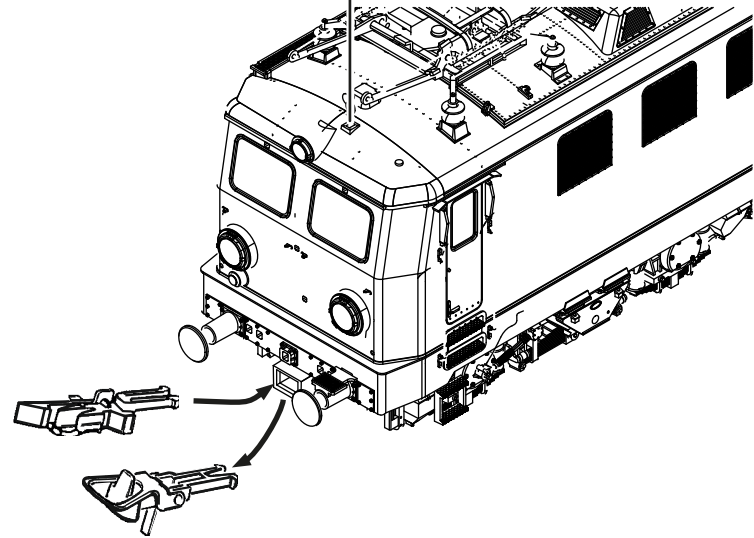

Fig. 3
Mehrzugbetrieb: Zuerst Lokgehäuse abnehmen (Fig. 3). Danach den Brückenstecker aus der Schnittstelle entfernen (diesen sorgsam aufbewahren). Danach den Stecker des Steuerbausteins lagerichtig einsetzen (siehe Fig. 7).
2. Schmierung: Versehen Sie die im Schmierplan in Fig. 4 gekennzeichneten Stellen mit nur **kleinen Öltropfen**. Dazu zuerst das Lokgehäuse abnehmen (Fig. 3). Wir empfehlen den ROCO **Öler Art.-Nr. 10906**. Fürs Schmieren der Getriebeteile (Zahnräder, Schnecke) empfehlen wir das **ROCO-Spezialfett Art.-Nr. 10905**. Im Falle der Schmierung diese Teile **nicht ölen**.
4. Kohlebürstenwechsel: Lokgehäuse abnehmen (Fig. 3). Danach wird der Motor ausgebaut und die Kohlebürsten ausgewechselt (Fig. 9).
2. Lubrication: Apply **tiny oil drops** to spots marked in fig. 4. Prior to lubrication dismantle locomotive (fig. 3). We recommend using item no. **10906, ROCO oiler**. For lubrication the gearparts (e.g. cogwheels, worm) we would recommend our ROCO **special grease** (item no. **10905**).
4. Carbon Brush Changing: First remove loco body (fig. 3), and then the motor (fig. 9).
2. Graissage: N'appliquez **qu'une toute petite goutte** aux endroits indiqués par le plan de graissage (fig. 4) après avoir démonté la caisse de la locomotive (fig. 3). Nous vous recommandons **le graisseur à huile ROCO réf. 10906**. Pour graisser les engrenages (roues dentées, vis sans fin) nous vous conseillons la **graisse spéciale ROCO réf. 10905** pour engrenages en matières synthétiques. Lorsque vous utilisez cette graisse il faut éviter d'huiler ces composants.
4. Remplacement des balais du moteur: Démontez la caisse (voir fig. 3). Démontez ensuite le moteur et échangez le balais (fig. 9).